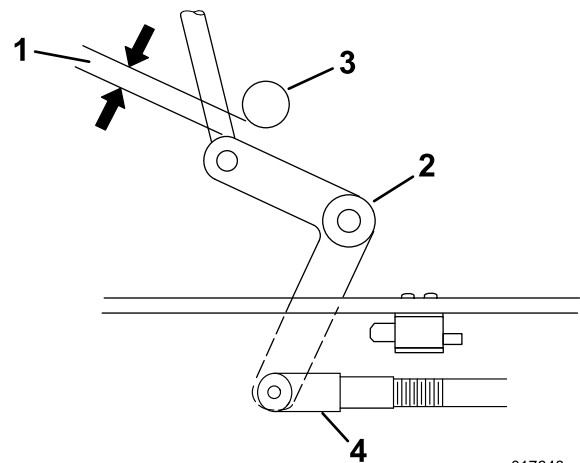

Figure 47
4. Ajustez la longueur de la timonerie de sorte que l'extrémité la plus basse du levier coudé passe juste le gousset de support de l'essieu (Figure 47).
9. Desserrez l'écrou contre la chape (Figure 47).